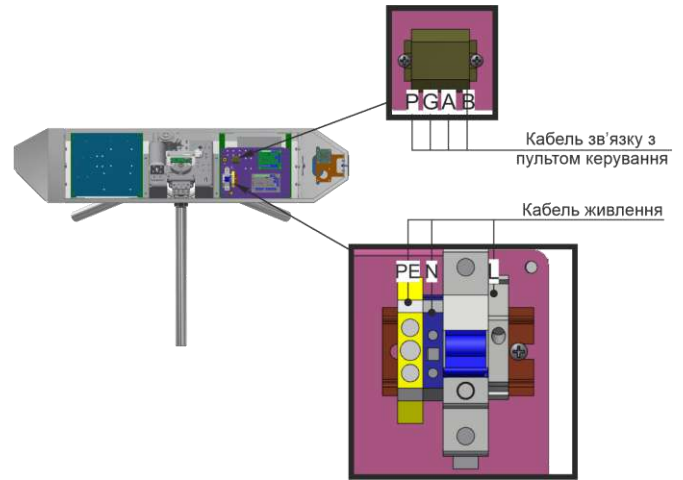

Рис. 15– Підключення кабелю живлення і кабелю зв'язку з пультом керування
11) Підключення турнікету (Рис.15):